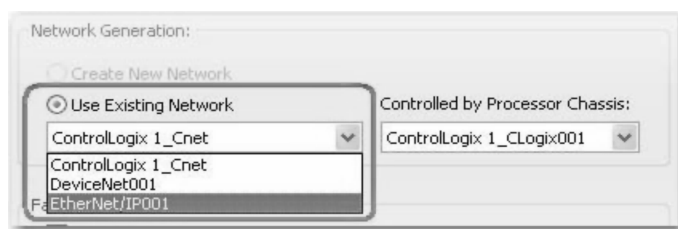

图 26-51 生成网络
- 1) ControlLogix 1_Cnet: 用于 ControlLogix I/O 的 ControlNet 网络(见图 26-51)。
- 2) DeviceNet001 和 EtherNet/IP001: 指定的附加 DIO 网络,如图 26-51 所示。